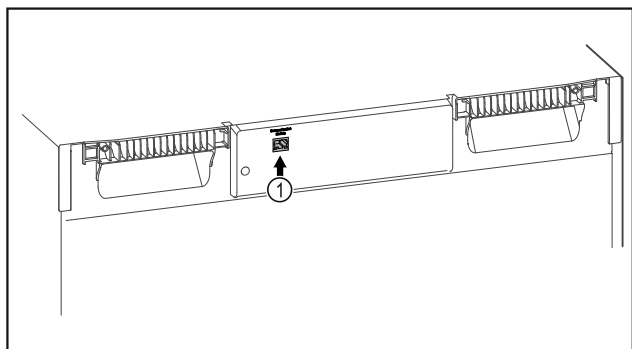

Fig. 114
- ▣ SmartModule Fig. 114 (1) inserito.